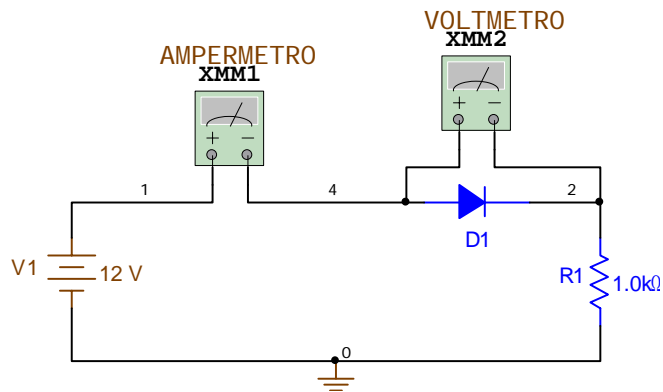

Figura 3:
- d) Realice el procedimiento del inciso b, con una de carga R_L de $1\text{ K}\Omega$, como se muestra en la figura 3, mida el voltaje del diodo V_D , la corriente I_D , registre sus datos en la tabla 2.